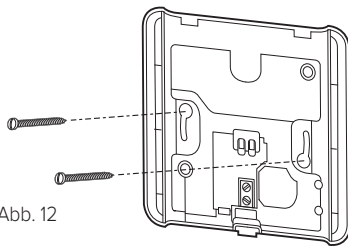

Abb. 12
- Befestigen Sie die Platte an der vorgesehenen Stelle mittels der im Beipack mitgelieferten Dübel und Schrauben an der Wand (Abb. 12).